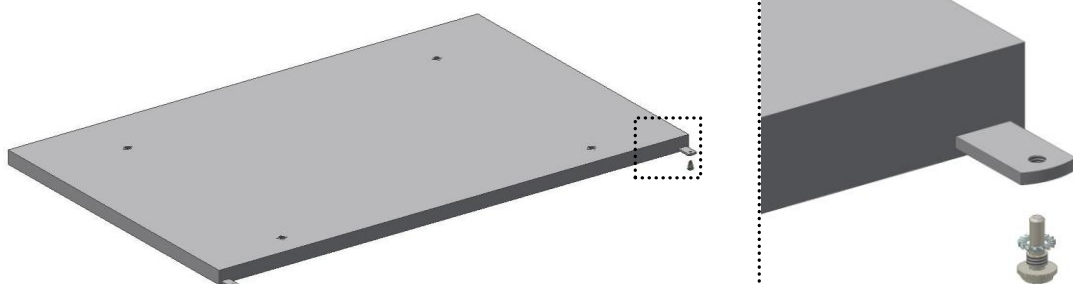

Fig. 1
- Colocar los dos **pernios inferiores** con **arandelas de cierre a prueba de sacudidas** en el dobladillo de fijación de las puertas (Fig.1);